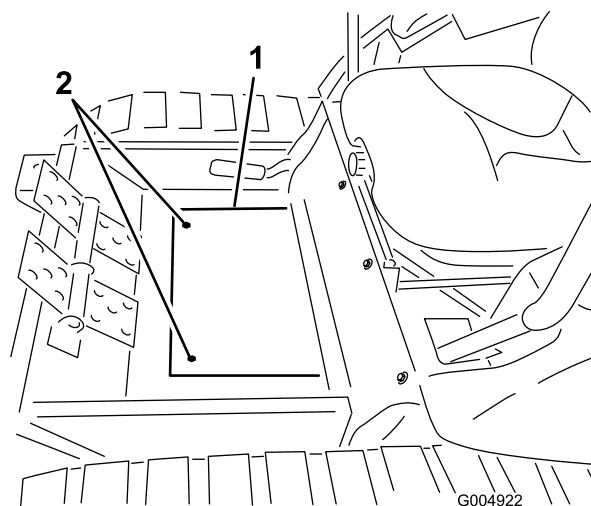

Figura 123
53. Montate la copertura del pianale del telaio invernale sul pianale con le viti precedentemente rimosse (Figura 123).